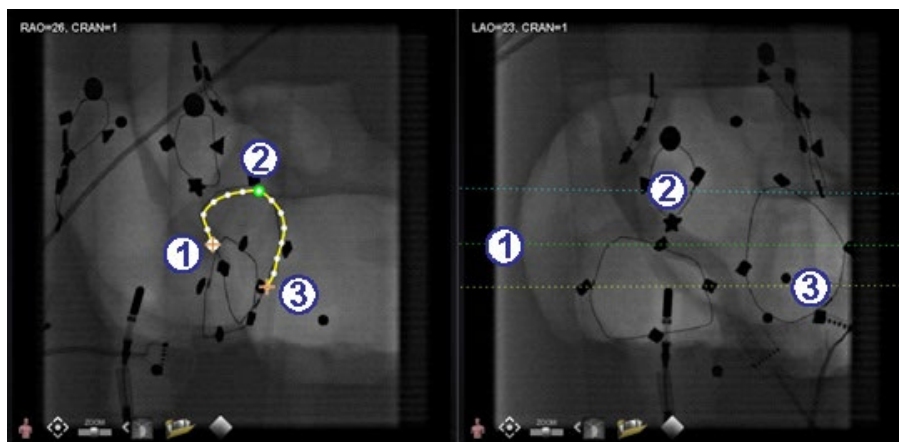

Figura 125. Punti prossimali selezionati e distali
- ① La linea tratteggiata di colore verde indica la linea epipolare del punto prossimale. Nella **Figura 125**, il punto di ancoraggio prossimale presenta un cerchio pieno dietro la croce arancione.
- ② La linea tratteggiata di colore giallo indica la linea epipolare del punto distale.
Nell'immagine seguente (**Figura 125**), sono mostrati il punto di ancoraggio prossimale (**1**), il punto selezionato (**2**) e il punto di ancoraggio distale (**3**). Per annullare la selezione, fare clic altrove nell'immagine.